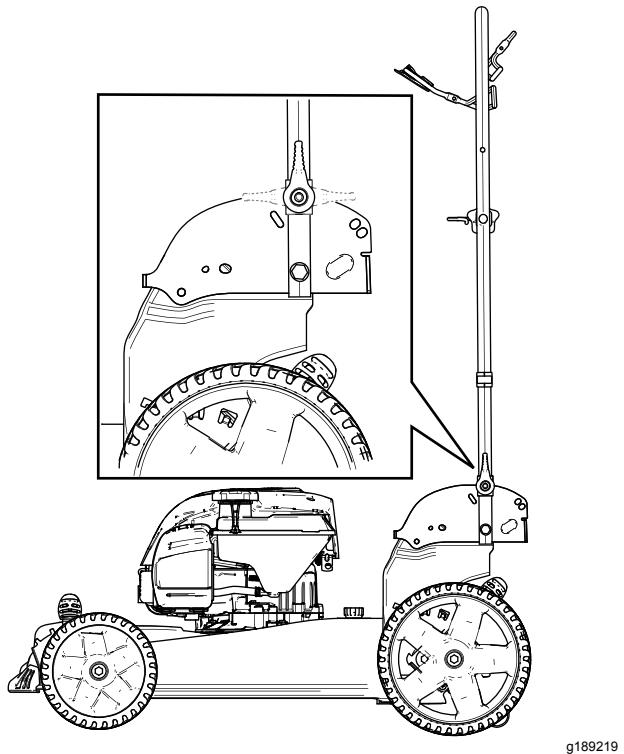

Figura 20
- Piegate la stegola in avanti o in posizione verticale o in posizione completamente in avanti come illustrato in Figura 20.